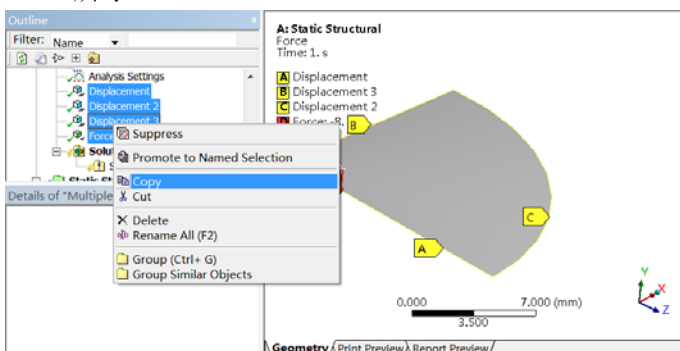

图 7-22 复制载荷
- 8) 在树结构图中, 选择上面添加的项, 右击, 在弹出的快捷菜单中选择 “Copy” 命令复制载荷, 如图 7-22 所示。